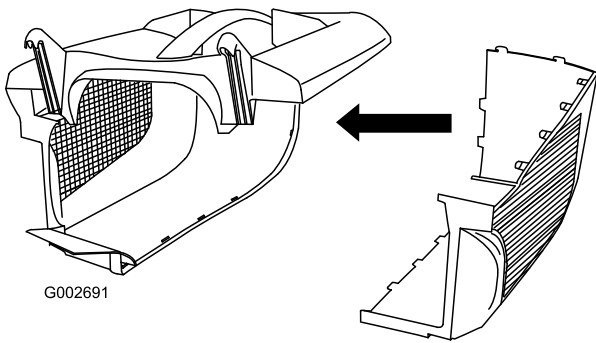

Figure 8
2. Schuif de andere zijkant in de vergrendelingen in de bovenkant en zet de achterzijde van beide zijkanten aan elkaar vast (Figure 8).